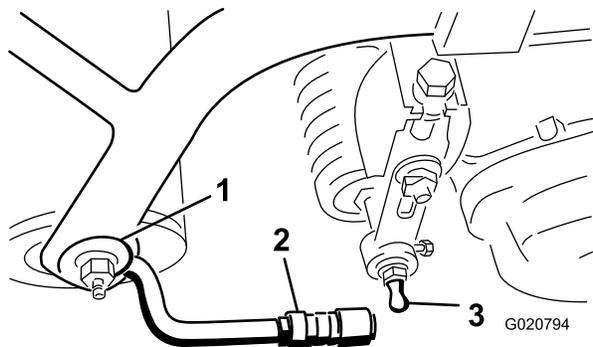

Figure 6
3. Repoussez le manchon sur chaque douille de rotule et accrochez la douille à la tige rotule de l'unité de coupe. Relâchez le manchon pour qu'il vienne recouvrir la tige et solidarise les ensembles (Figure 6).